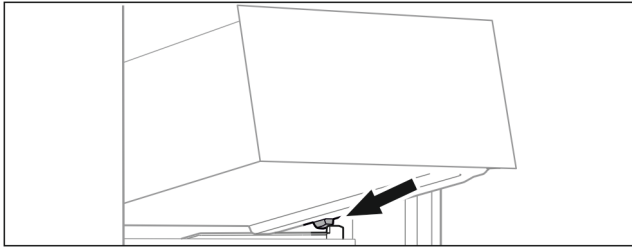

Fig. 61
- ▶ Lade schuin achter de stoppers op containerrib plaatsen. (zie Fig. 61)